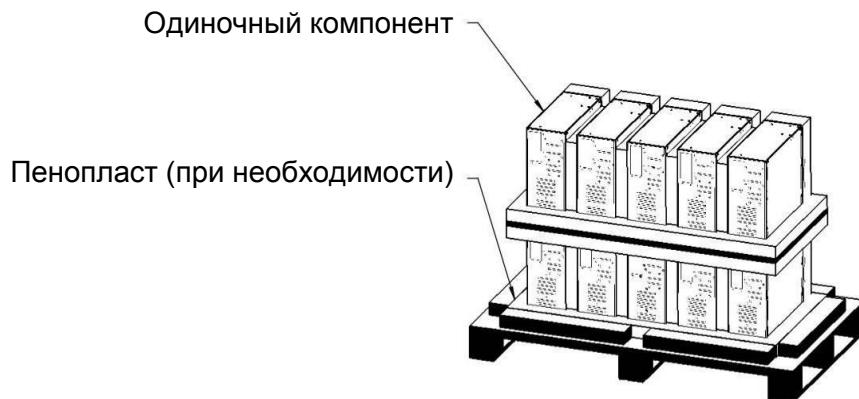

Рис. 6-1 Отдельные компоненты MVD, уложенные на паллете
- Отдельные компоненты MVD (силовые ячейки, вентиляторы и т.п.) сначала необходимо упаковать в полиэтиленовую пленку с осушителем, затем каждый компонент вручную или при помощи гидравлического подъемника необходимо уложить на паллете. Для компонентов, требующих защиты от ударов, необходимо сначала положить на поверхность лист пенопласта, а затем уложить компоненты, как показано на Рис. 6-1;